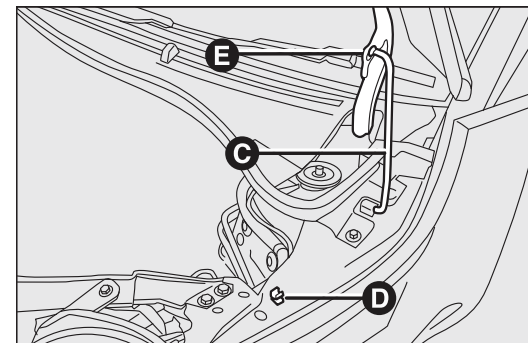

Fig.29
- til de motorkap/voorkap op en trek gelijktijdig de steunstang C fig. 29 uit de vergrendeling D; steek
- houd de motorkap/voorkap met één hand omhoog, trek met de andere hand de stang C fig. 29 uit de zitting E en zet hem terug in de vergrendeling D.